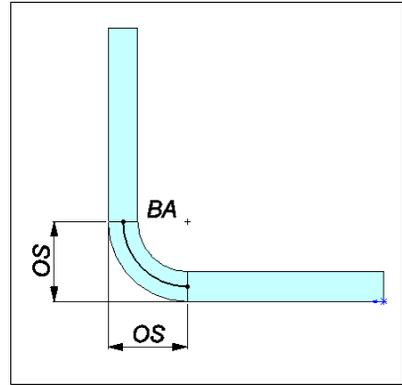

Рис. 4.6
- вычисление сгиба — величина уменьшения сгиба вычисляется по формуле (рис. 4.6):